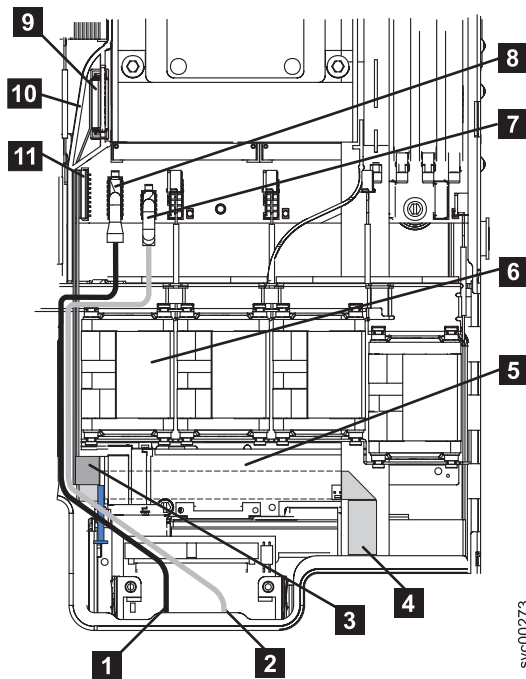

図 213. ビデオ、USB、および CD/DVD ケーブルの配線方法
4. ライト・パス・アセンブリーのリボン・ケーブル **4** をシステム・ボードに戻します。ケーブルをシステム・ボード・ソケット **11** に再接続する。図 213 の中で、ノードのフロントは図の下部に示されています。ケーブル・プラグ上のコネクタはノード中央方向に持ってゆき、青側はノードの外部方向に持ってゆきます。